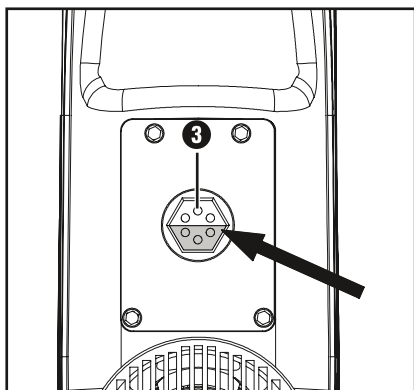

Abb. 1
- ◆ Schauen Sie im Ölsichtfenster **3** auf der Unterseite des Gerätes nach, ob sich ausreichend Öl im Gerät befindet (siehe Abb. 1).